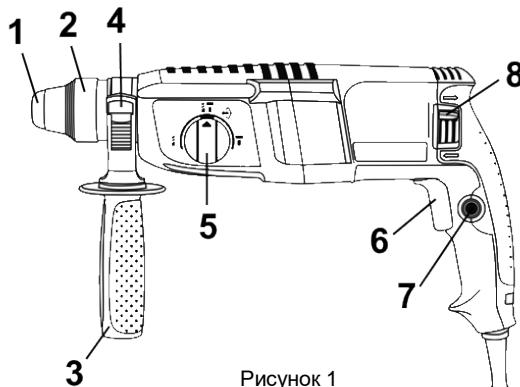

Рисунок 1
2.2.1 Виріб має несучий пластиковий корпус з вмонтованим електричним колекторним двигуном, редуктором з пневматичним ударним механізмом, на вихідному валу якого встановлюється патрон **SDS-Plus** (2) для закріплення змінних робочих інструментів з циліндричними хвостовиками системи SDS-Plus, згідно рис. 1. Корпус одночасно вміщує органи керування режимами інструменту, шнур живлення від мережі змінного однофазного струму та має опорну поверхню для встановлення передньої рукоятки (3) з можливістю фіксованого позиціонування навколо подовжньої осі виробу.
4.1 Виберіть необхідний режим роботи виробу за допомогою перемикача (5) (див. рисунок 1, таблицю 1). При необхідності встановлення свердлильного патрона – встановить його в патрон SDS-plus через адаптер.
**4.2** Для ввімкнення виробу натисніть на курковий важіль перемикача (6) (рис.1). Для відключення виробу слід курок відпустити.